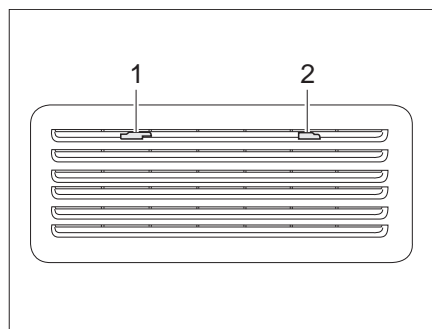

Fig. 223 Grille d'aération du réfrigérateur (Thetford)
- Pousser le dispositif de blocage (Fig. 223,1) vers le milieu.